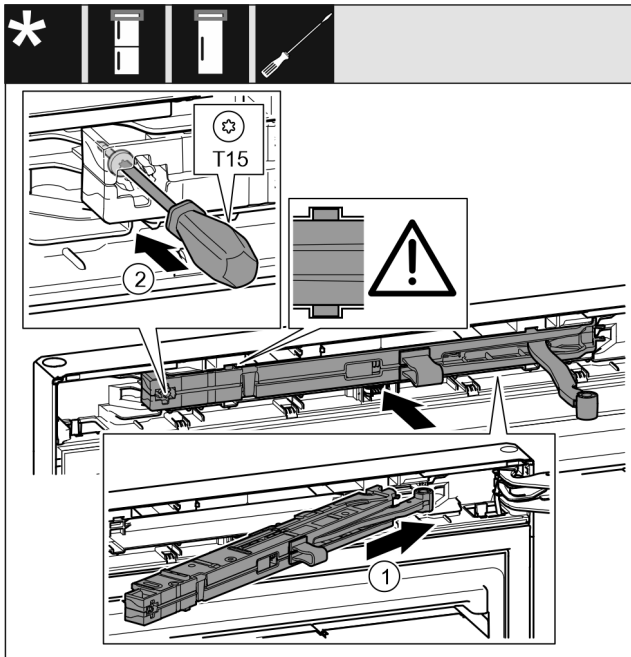

Fig. 29
- ▶ Côté support de palier, pousser l'unité d'amortissement de fermeture Fig. 29 (1) jusqu'en butée de biais dans l'évidement.
- ▶ Serrer la vis Fig. 29 (2) avec un tournevis.